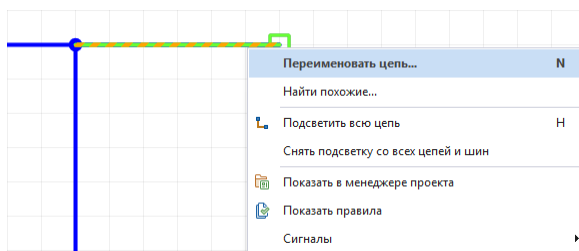

Рис. 106 Переход к переименованию цепи из контекстного меню
- Из контекстного меню цепи, выбрав пункт «Переименовать цепь...», см. Рис. 106.